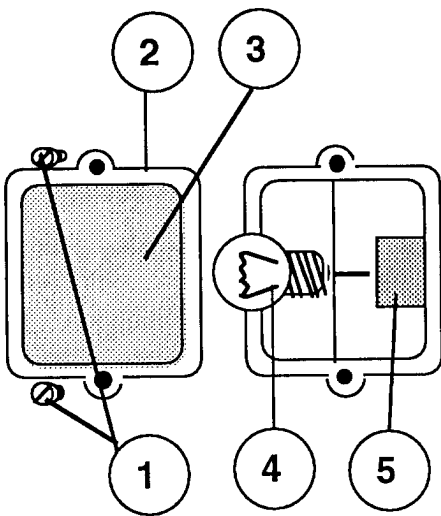

Fig. 17
**A) Remplazo de la bombilla del alumbrado interior de la cámara de cocción (fig. 17)**